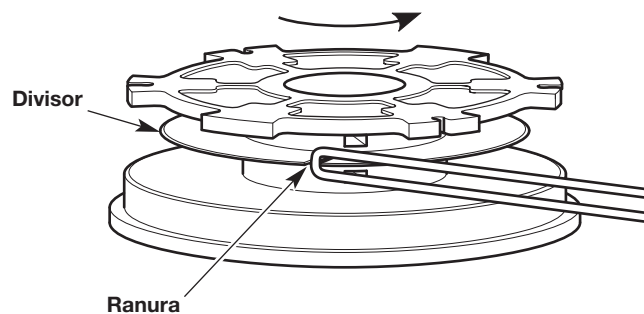

Fig. 17
2. Inserte el lazo en la ranura del divisor (Fig. 17). Enrolle el hilo ajustado en el sentido que se indica en la parte inferior del carrete interior hasta que queden aproximadamente 6 pulgadas (150 mm) de hilo. Mantenga la mitad superior del hilo por encima del divisor y la mitad inferior del hilo por debajo del divisor.